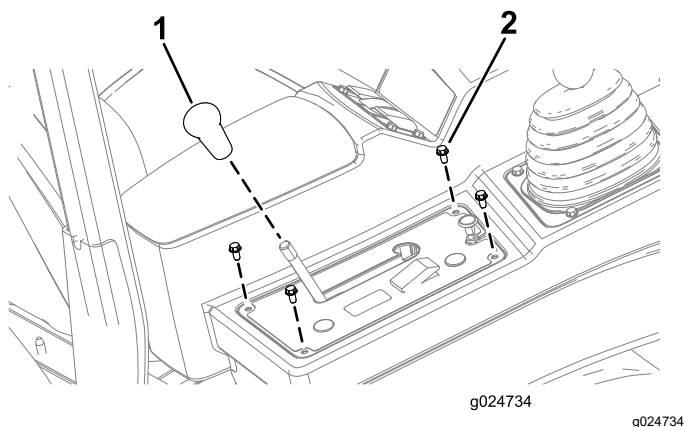

Figura 13
1. Retire el pomo de la varilla del bloqueo del diferencial (Figura 13).